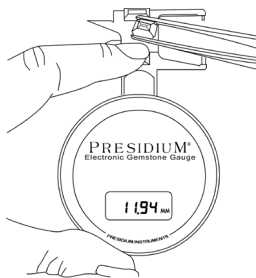

图 2.2
- 测量裸石时，应拨动游标（图 2.2），将宝石放在游标平台上。宝石的底面应该与平台平行，以防宝石移动。